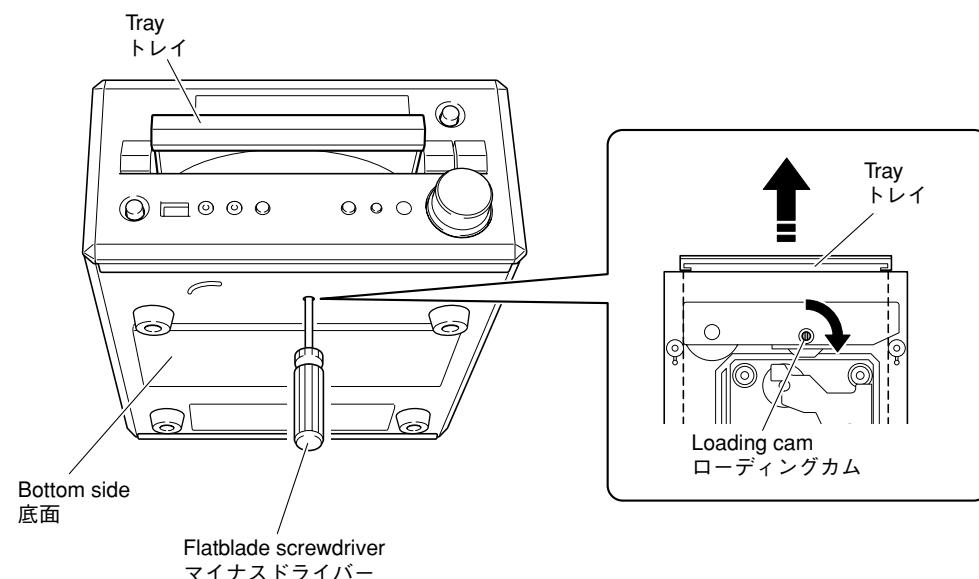

Fig. 2
- Using a flatblade screwdriver, turn the loading cam 90 degrees in the direction indicated by an arrow in the figure. (Fig. 2)
- マイナスドライバーでローディングカムを図に示す矢印の方向に90度回転します。 (Fig. 2)